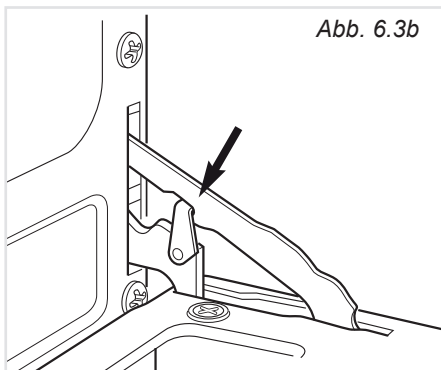

Abb. 6.3b
- Haltebügel der Scharniere links und rechts nach oben in die Aussparung schwenken (abb. 6.3b).
- Haltebügel der Scharniere links und rechts nach oben in die Aussparung schwenken (Abb. 6.3b).
- Gewährleisten Sie, dass die Tür offen ist (Abb. 6.3b).